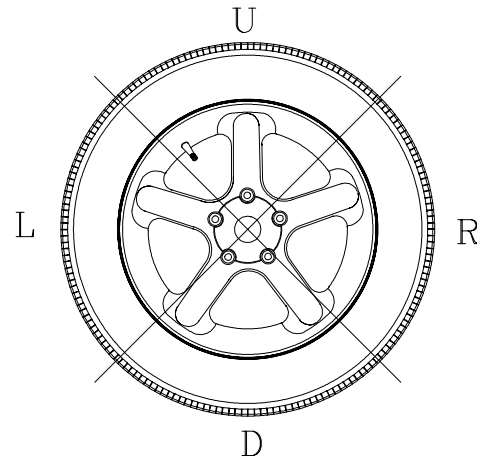

Figure 25
C. Le poids de la roue pourrait avoir été placé dans une mauvaise position. Pour vérifier cela, placer la roue dans la position de correction pour le plan externe. Si le poids de la roue précédemment appliqué est dans le secteur '**L**' ou '**R**' (Figure 25), déplacer le poids de la roue vers le haut d'environ 1" (2.54cm).